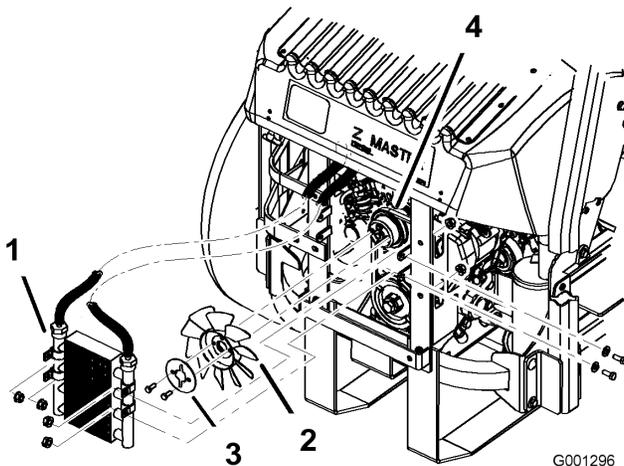

Figura 62
5. Retire los 4 pernos que sujetan el enfriador de aceite y coloque el enfriador de aceite en un lado (Figura 62).
6. Retire los 2 pernos que fijan el ventilador y el disco del ventilador a la máquina (Figura 62).
10. Instale el ventilador y el disco del ventilador en la máquina con los 2 pernos que retiró anteriormente (Figura 62).
11. Instale el enfriador de aceite con los 4 pernos que retiró anteriormente (Figura 62).